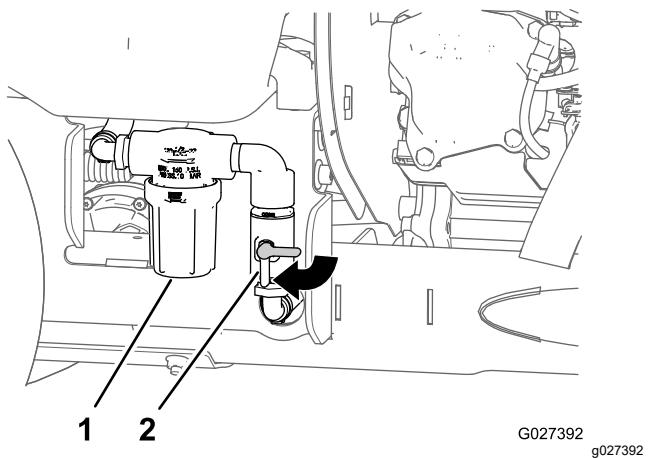

Figure 42
- Tournez la vanne d'arrêt de la pompe dans le sens horaire à la position OUVERTE (Figure 42).